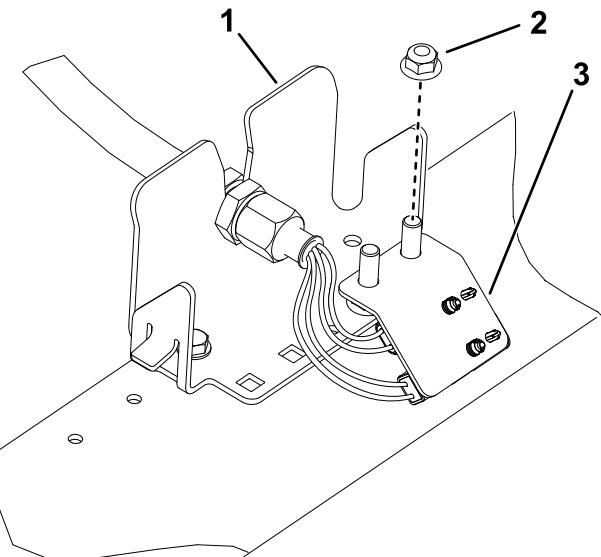

**Рисунок 13**
1. В переднем левом углу рамы (расположение режущего блока № 4) отверните дополнительную фланцевую гайку с болта крепления кронштейна перегородки к машине (Рисунок 13).
3. Установите соединительную планку на монтажные болты перегородки в таком положении, как показано на Рисунок 13.